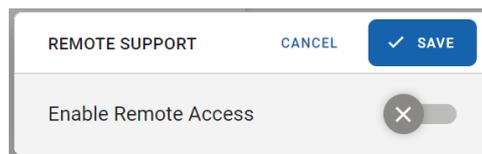

Figura 81. Enable remote access (Abilita accesso remoto).
4. Attivare il pulsante **Enable Remote Access** (Abilita accesso remoto) (Figura 81).